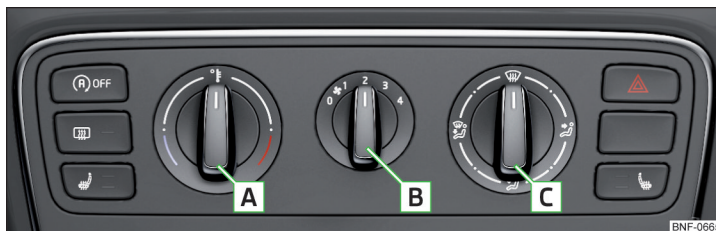
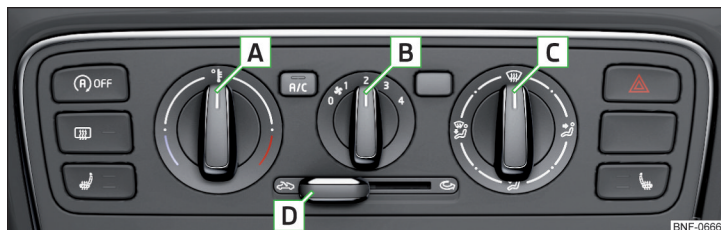

Fig. 83 Betjeningselementer til varmeanlæg
Fig. 84 Betjeningsselementer til aircondition
**De enkelte betjeningsselementers funktioner » Fig. 83 og » Fig. 84**
- Forskyd skydeknappen **D** til positionen » Fig. 84 på side 68 for at **aktivere** recirkulationsfunktionen.